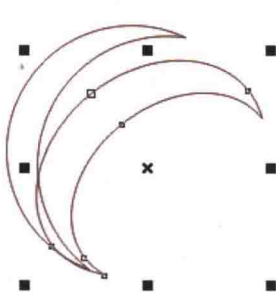

图1-9
STEP 06 调整工作区中的两个图形的位置，如图1-9所示。